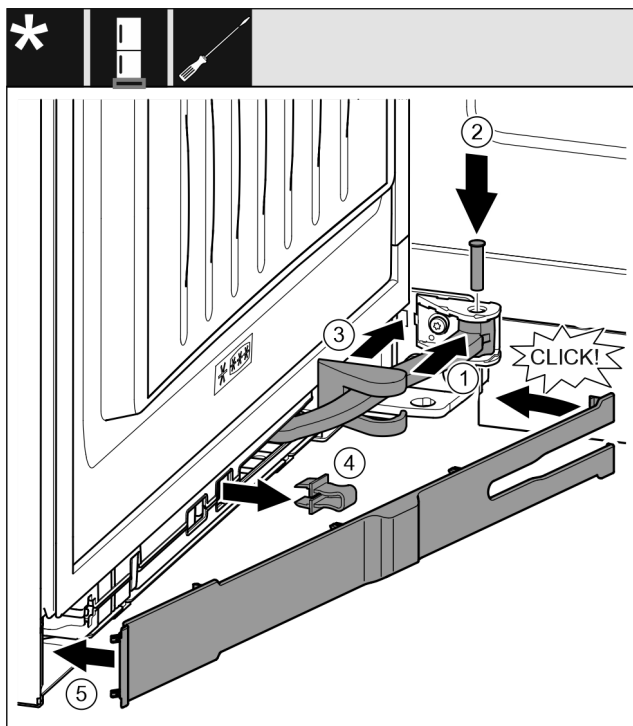

Fig. 41
- Pagrieziet šarnīru Fig. 41 (1) viru mehānismā.
- ▶ Ievietojiet tapu *Fig. 41 (2)* ar skrūvgriezi viru mehānismā un šarnīrā. Uzmaniet, lai fiksācijas izcilnis pareizi atrastos rievā.
- ▶ Bīdīet gultņa balsta pārsegu *Fig. 41 (3)* gar šarnīru un uzstādiet virs viru mehānisma.
- ▶ Noņemiet aizturi *Fig. 41 (4)*.
- ▶ Pielieciet aizsegu *Fig. 41 (5)* no roktura puses un pievirziet.